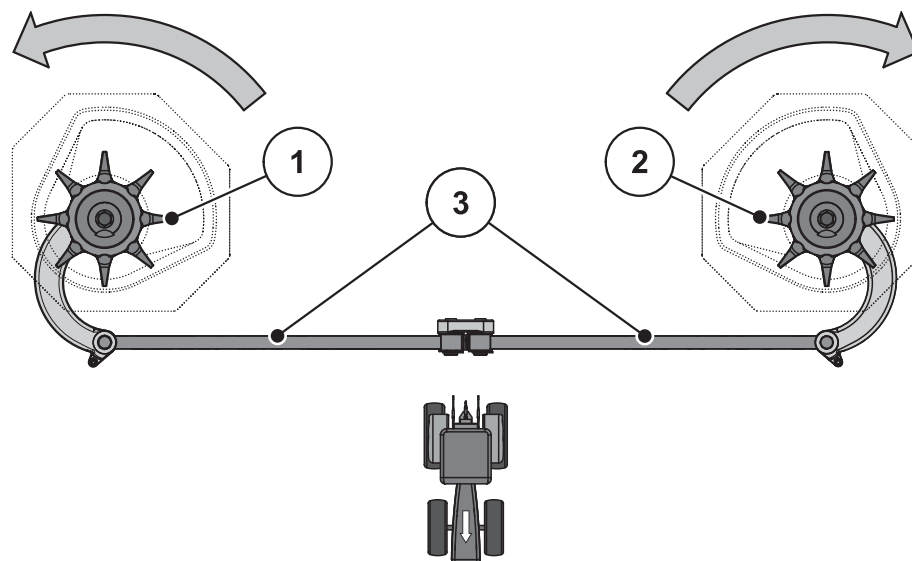

Bild 10.13: Kontrollera omrörardriften.
2. Vrid omröraren manuellt i **spridartallrikens vridriktning**. Se bild 10.13.
3. Skruva fast omrörarhuvudet manuellt eller med hjälp av ett kraftigt oljefilterband mot **spridartallrikens vridriktning**. Se bild 10.13.